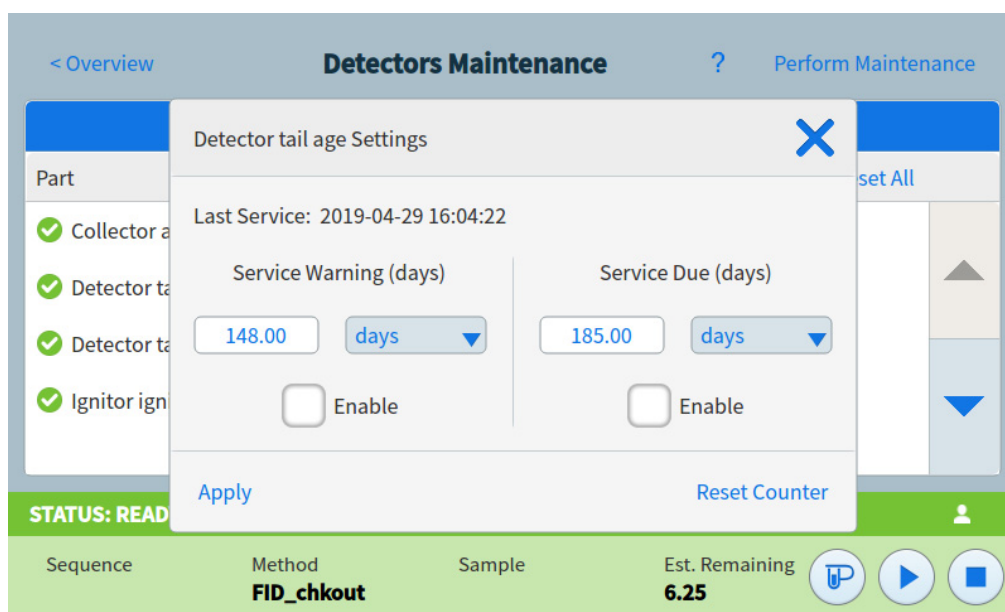

Figure 31 Boîte de dialogue Paramètres
- 2 Appuyez sur la liste Composant du compteur que vous voulez modifier. La boîte de dialogue Paramètres du composant sélectionné apparaît. Voir Figure 31.